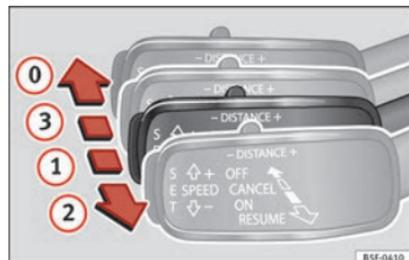

Fig. 206 À gauche de la colonne de direction : troisième levier pour utiliser le régulateur de vitesse adaptatif.
Il est possible de réactiver l'ACC en tirant le levier jusqu'à la position ② » fig. 206.